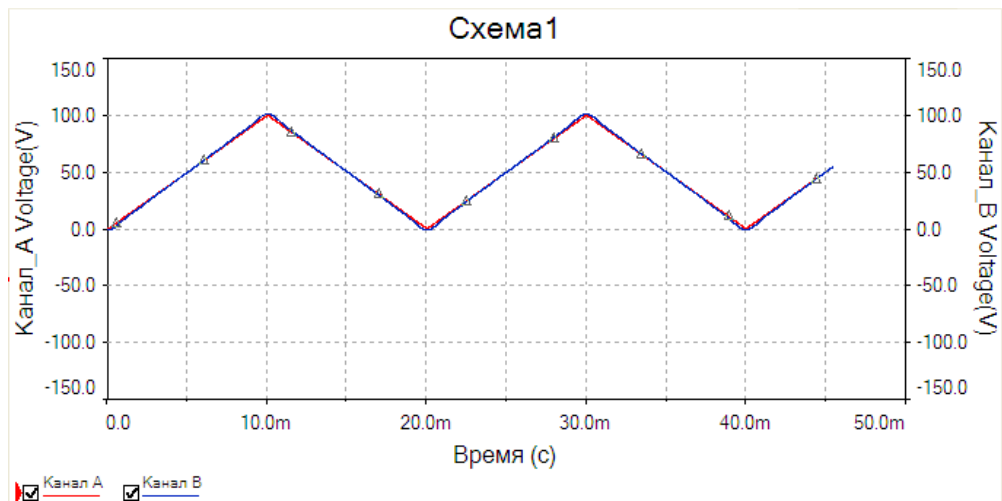

Рис.1. Осциллограмма периодического несинусоидального сигнала треугольной формы с постоянной составляющей
- треугольная форма (рис.1 и 2):